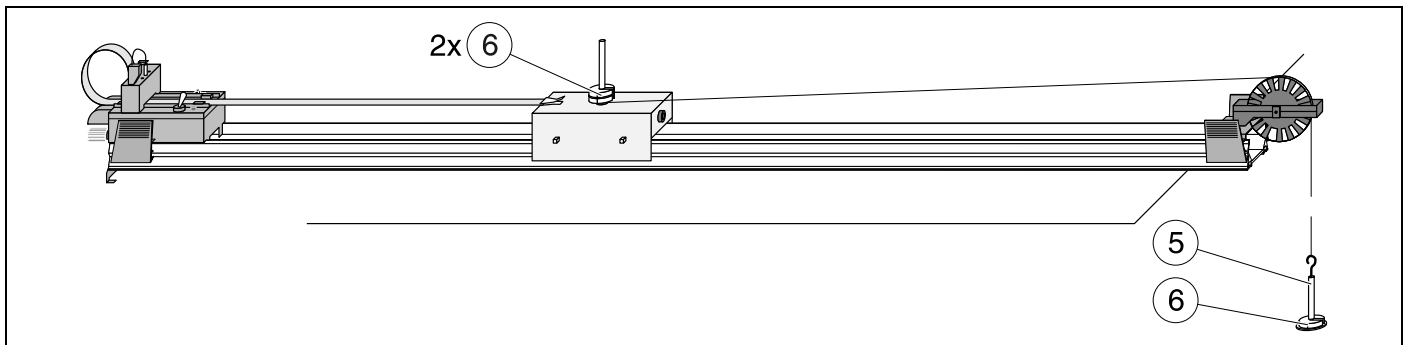

Fig. 2
- ① 4-mm-Buchsen (je 1 x an Front- und Rückseite) zum Aufstecken von Feder und Prallplatte (337 03)
- ② steckbarer Halter für Schlitzgewichte ⑥ (aus 337 04) und für Zusatzmasse ⑦ (337 05)
- ③ Befestigungsklammer für Registrier-Metallpapier (337 39 oder aus 337 18)
- ④ Lagerschrauben (an beiden Radachsen) zum Nachstellen der Lagerreibung (s. Abschnitt 4).
- ⑤, ⑥ Satz Antriebsgewichte (337 04)
- ⑤ Tellergewicht, Masse $5,2 \text{ g} \pm 0,1 \text{ g}$, zum Beschleunigen des Wagens durch eine Kraft von $0,05 \text{ N}$ (s. Fig. 2)
- ① 4-mm sockets (one each on the front and rear) for attaching of spring and buffer (337 03)
- ② Plug-in holder for slotted weights ⑥ (from 337 04) and additional weight ⑦ (337 05)
- ③ Holding clip for metallized recording paper (337 39 or from 337 18)
- ④ Bearing screws (on both wheel axles) for readjustment of bearing friction (see section 4).
- ⑤, ⑥ Set of driving weights (337 04)
- ⑤ Flat weight, $5.2 \text{ g} \pm 0.1 \text{ g}$ for accelerating the trolley with a force of 0.05 N (see Fig. 2)
- ⑥ Schlitzgewicht (3x), Masse $5\text{ g} \pm 0,1\text{ g}$, aufsteckbar auf ② zur Vergrößerung der Wagenmasse auf 90 g, 95 g oder 100 g und in Verbindung mit ⑤ zur Vergrößerung der beschleunigenden Kraft auf 0,1 N, 0,15 N und 0,2 N.
- ⑦ Zusatzmasse, 100 g, aufsteckbar auf ②.
- ⑥ Slotted weight (3x), $5\text{ g} \pm 0.1\text{ g}$, for attachment on to ② to increase the weight of the trolley to 90 g, 95 g or 100 g and for use in connection with ⑤ to increase the accelerating force to 0.1 N, 0.15 N and 0.2 N.
- ⑦ Additional weight, 100 g, for attachment on to ②